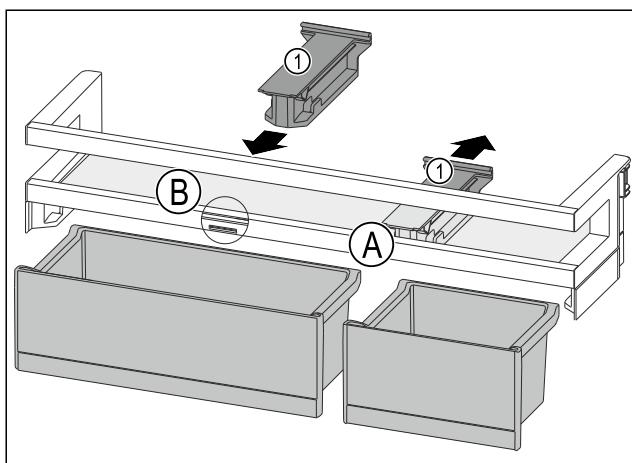

Fig. 80
- Halteteil Fig. 80 (1) in Position Fig. 80 (A) nach hinten abziehen.
- Halteteil Fig. 80 (1) in Position Fig. 80 (B) einsetzen.